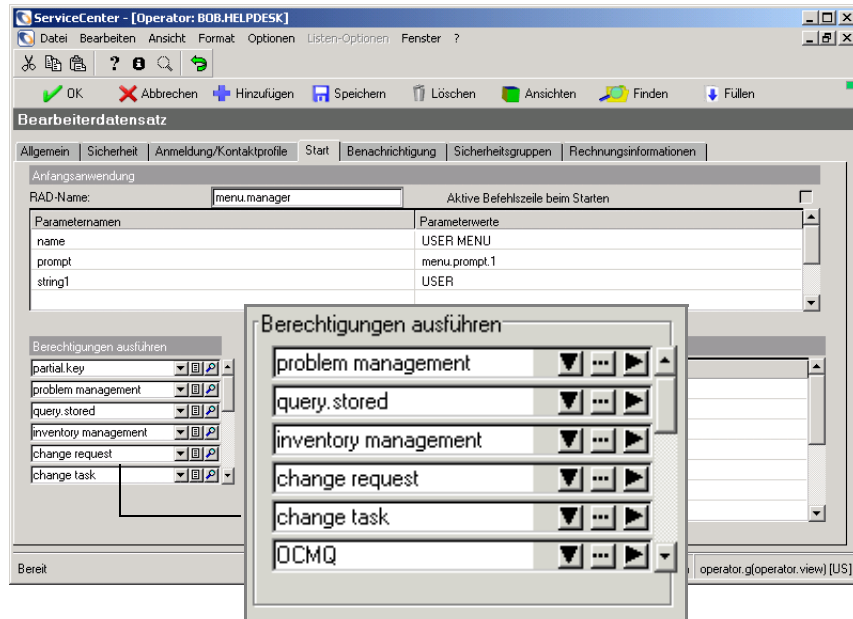

Abbildung 7-14: Bearbeiterdatensatz: Register „Start“
- 7 Klicken Sie auf das Register **Start**. Abbildung 7-14 zeigt die Daten des Registers **Start** sowie eine Liste der Berechtigungswörter.